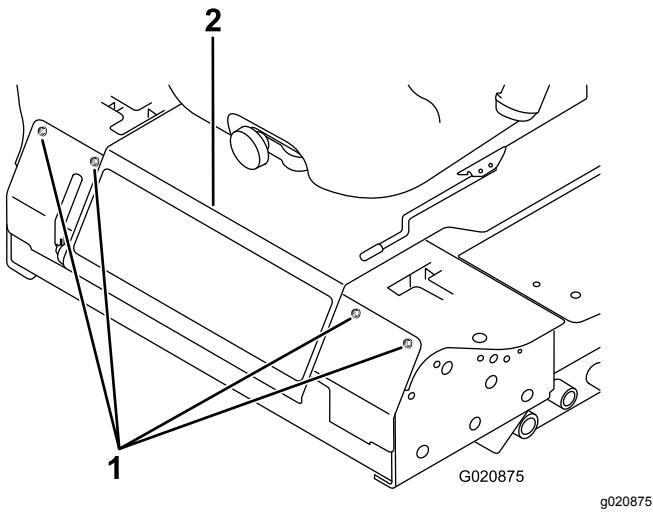

Figura 80
2. Afloje los pernos del panel delantero y retire el panel (Figura 80).